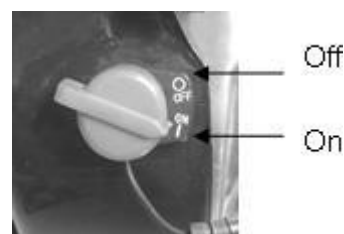

Figura 35
5. Puneți butonul ON/OFF pe poziția "ON". Consultați Figura 35